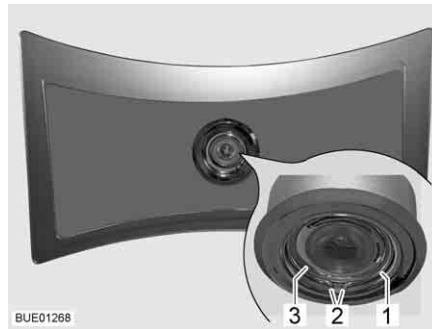

Bild 203 Taklampa
- Tryck samman fjäderringen (Bild 203,1) i båda ändarna (Bild 203,2) och ta bort den.
- Ta ut höljet (Bild 203,3) med lysdioderna ur lampan.